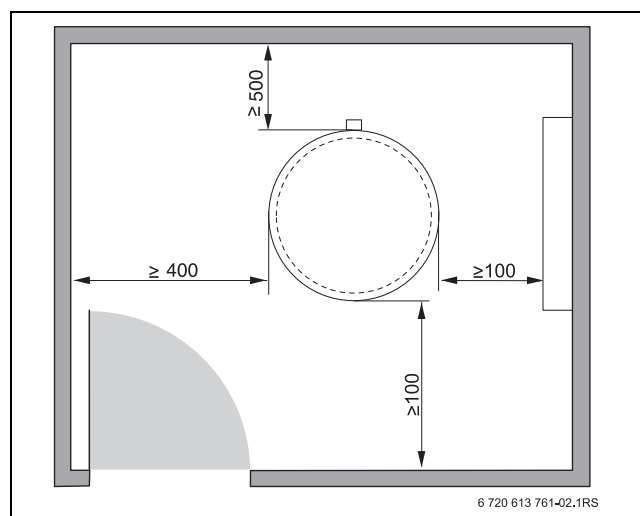

Рис. 3 Рекомендуемые минимальные расстояния от стен для монтажа и технического обслуживания (размеры в мм)
- ▶ Соблюдайте минимальные расстояния от стен (→ Рис. 3, стр. 5).